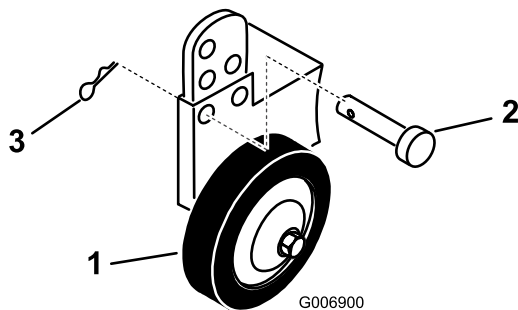

Figura 9
A. Togliete la coppia a forcina e il perno per utilizzare un foro diverso (Figura 9).
B. Scegliete una posizione del foro in modo che la ruota limitatrice si trovi a 10 mm dal terreno per consentire l'utilizzo dell'altezza di taglio (Figura 9).